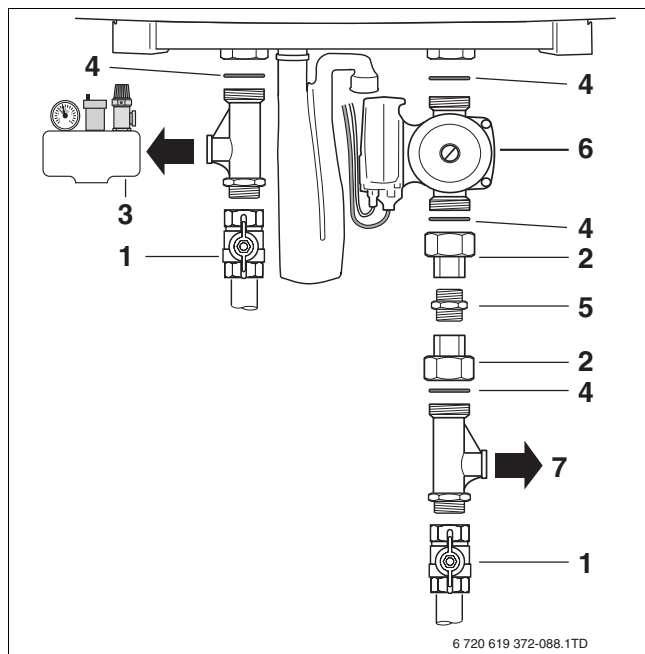

Fig. 21 Collegamento pompa con set HKA
- Montare la pompa UPM 25-70 (→ fig. 21, [6]) con le nuove guarnizioni e serrare i collegamenti a vite.